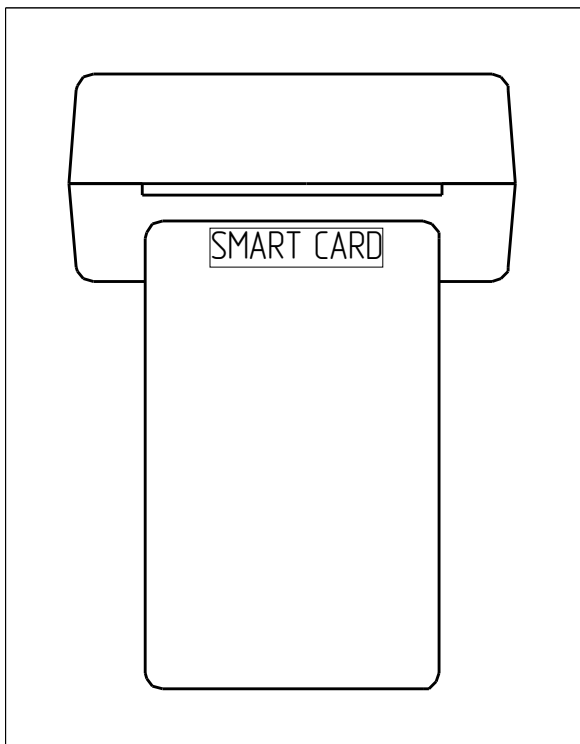

Рисунок 1
6.1. Для работы со смарт-картой необходимо вставить ее в щель картоприемника считывателя RFR-4 (см. рисунок 1), и, при необходимости, ввести PIN-код. При работе со смарт-картой не должно быть других смарт-карт в зоне действия считывателя.